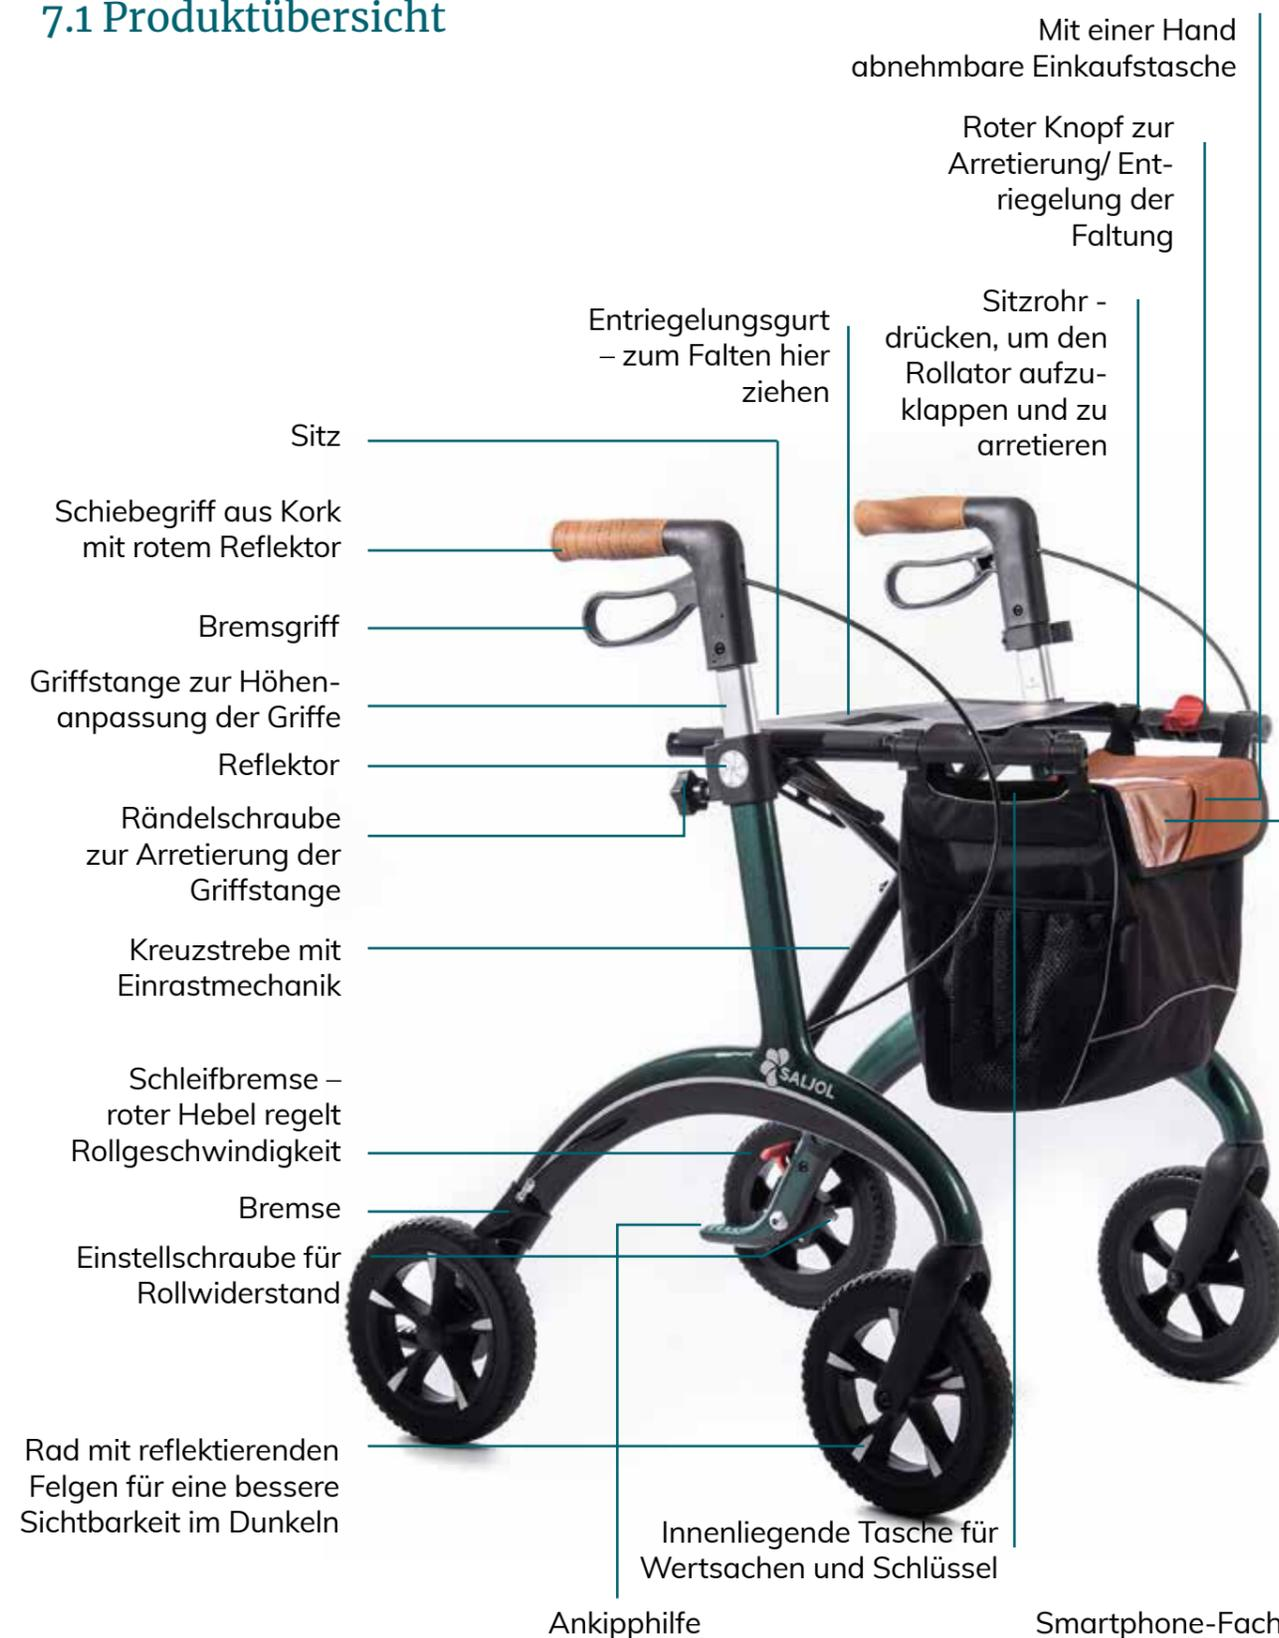

Abbildung 1: Der Saljol Carbon Rollator
Abbildung 1 soll Ihnen einen Überblick über die Teile Ihres Carbon Rollators von Saljol vermitteln und Ihnen eine Hilfestellung beim Einstellen des Carbon Rollators auf Ihre Bedürfnisse sein.
Nehmen Sie den Carbon Rollator von Saljol aus dem Karton und überprüfen Sie, ob etwas fehlt. Vergleichen Sie mit Abbildung 1. Falls ein Teil fehlt oder Bauteile beschädigt sind, kontaktieren Sie umgehend Ihren Fachhändler oder Saljol.
- Testen Sie nun, ob Sie die Sitzrohre nach oben ziehen können. Falls dies nicht klappt, ist der Rollator korrekt und sicher aufgefaltet. Vergleichen Sie im Zweifel mit Abb. 1.